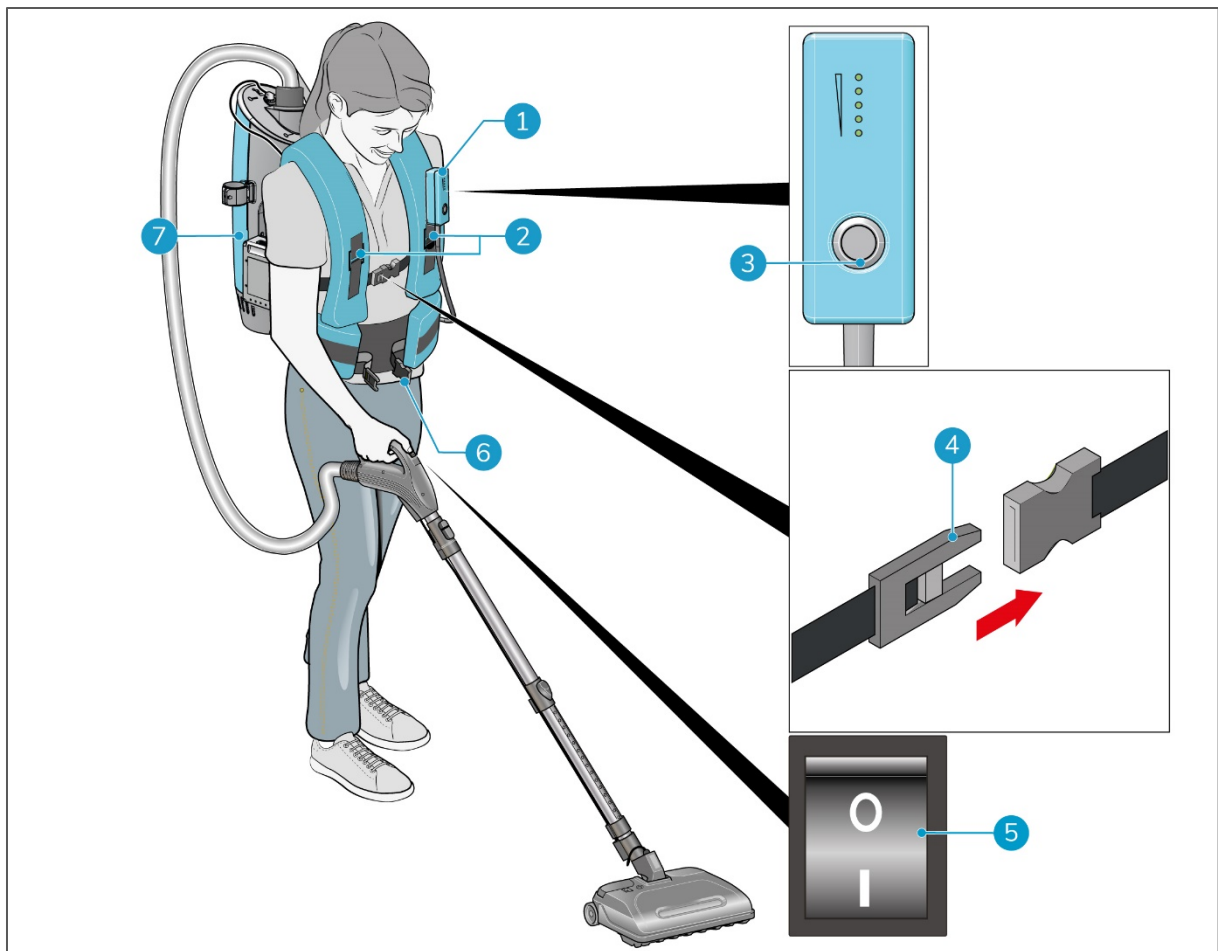

Abbildung 19
11. Heben Sie sich den i-move® 2.5B auf den Rücken (Abbildung 19, Pos. 7).
12. Schließen Sie den Hüftgurt und stellen Sie ihn so ein, dass er bequem sitzt (Abbildung 19, Pos. 6).
13. Ziehen Sie die 2 Schnallen so fest, dass sie bequem sitzen (Abbildung 19, Pos. 2).
14. Schließen Sie die Schnalle auf der Vorderseite (Abbildung 19, Pos. 4).
15. Befestigen Sie die Fernbedienung am Hüftgurt oder an einer der Schlaufen (Abbildung 19, Pos. 1).
16. Drücken Sie den ON/OFF-Schalter (Abbildung 19, Pos. 3), um den i-move 2.5B einzuschalten.
17. Drücken Sie den ON/OFF-Schalter (Abbildung 19, Pos. 5), um die i-brush® einzuschalten. Die i-brush funktioniert am besten, wenn Sie keinen Druck auf die Bürste ausüben.
1. Drücken Sie den ON/OFF-Schalter (Abbildung 19, Pos. 5), um die i-brush auszuschalten.
2. Drücken Sie den ON/OFF-Schalter (Abbildung 19, Pos. 3), um den i-move® 2.5B auszuschalten.
3. Öffnen Sie die vordere Schnalle (Abbildung 19, Pos. 4).
4. Öffnen Sie die beiden Schnallen (Abbildung 19, Pos. 2).
5. Öffnen Sie den Hüftgurt (Abbildung 19, Pos. 6).
6. Nehmen Sie die Fernbedienung vom Hüftgurt oder von einer der Schlaufen ab (Abbildung 19, Pos. 1).